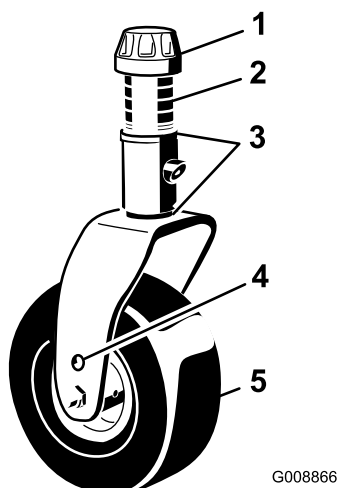
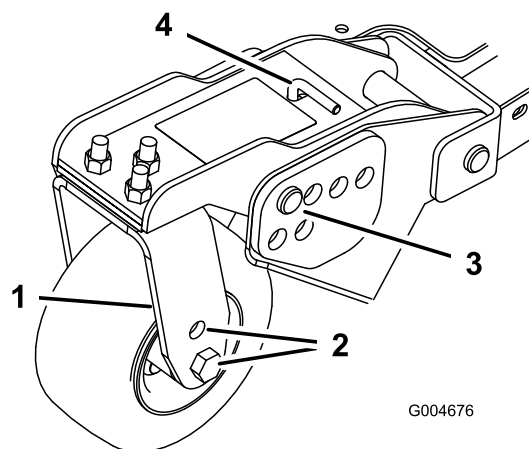
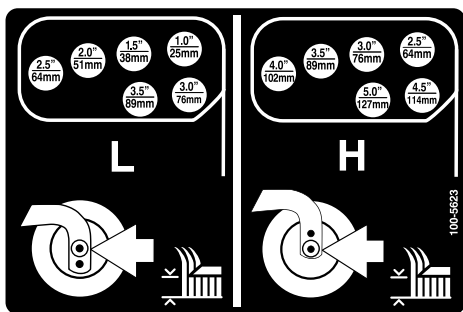

Figure 21
Figure 23
Figure 24
1. Placez les essieux des roues pivotantes dans les mêmes trous sur toutes les fourches (Figure 21 et Figure 23).
2. Enlevez le chapeau de tension de l'axe de pivot et sortez l'axe du bras de la roue pivotante (Figure 21).
5. Enlevez la goupille fendue et les axes de chape des bras de pivot (Figure 23).
6. Tournez la tige de tension pour élever ou abaisser le bras de pivot jusqu'à ce que les trous soient en face de ceux du support de hauteur de coupe sélectionnés dans le cadre du plateau de coupe (Figure 23 et Figure 24).